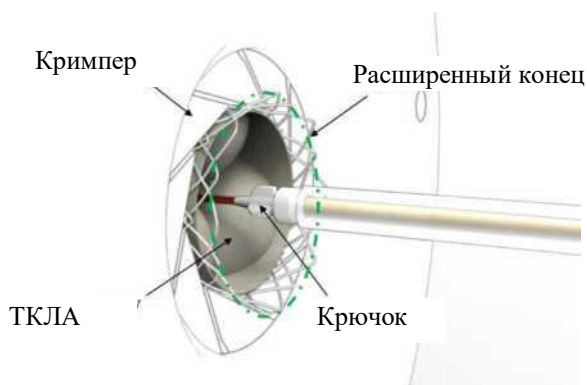
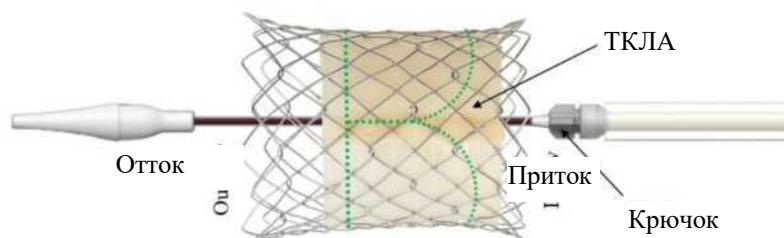

Рисунок 10. Введение ТКЛА и шaftа катетера в кримпер
Рисунок 11. Правильная ориентация ТКЛА для загрузки
- 3) Поместить ТКЛА в кримпер и вставить шaft катетера системы доставки в клапан так, чтобы конец раструба и крючок были выровнены параллельно ему (Рисунок 10). Входная часть ТКЛА должна быть обращена к крючку, чтобы раскрыть клапан в правильном направлении клапана легочной артерии (Рисунок 11).